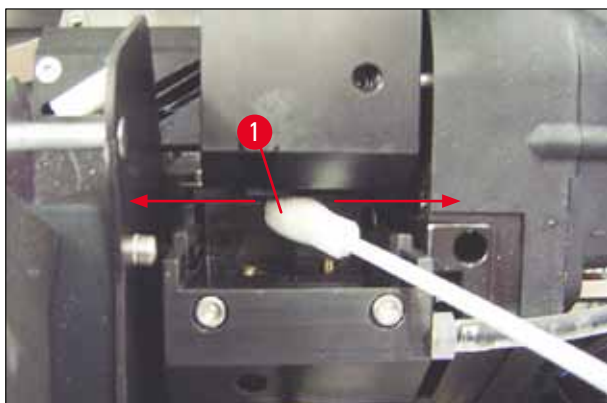

Fig. 54
5. Før forsiktig vattpinnen inn i mellomrommet under skrivehodet (→ "Fig. 54"). Påfør lett trykk oppover (på skrivehodet) og beveg skumvattpinnen frem og tilbake (ca. 10 ganger). Dermed løsnes og fjernes avleiringer av tørket blekk.